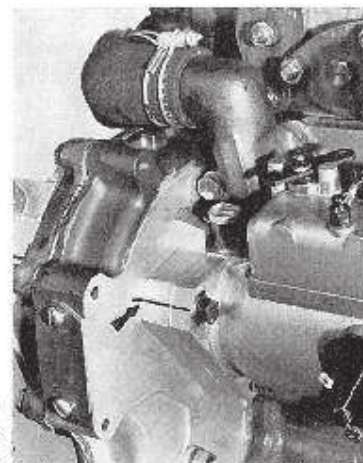

Fig. J13. — Trait repère de montage (4 et 6 cylindres)
Fig. J13 bis. — Trait repère de montage (3 cylindres)
- Reposer la pompe d'injection et son arbre, et la fixer, après avoir aligné les deux repères (Fig. J13 et J13 bis).
**SUR LES MOTEURS 3 CYLINDRES :** Le trait repère de la bride de fixation de la pompe d'injection doit correspondre au trait repère frappé sur le carter de distribution (Fig. J13 bis).
Ces deux repères doivent eux-mêmes être alignés avec le trait marqué sur le carter de distribution (Fig. J13).